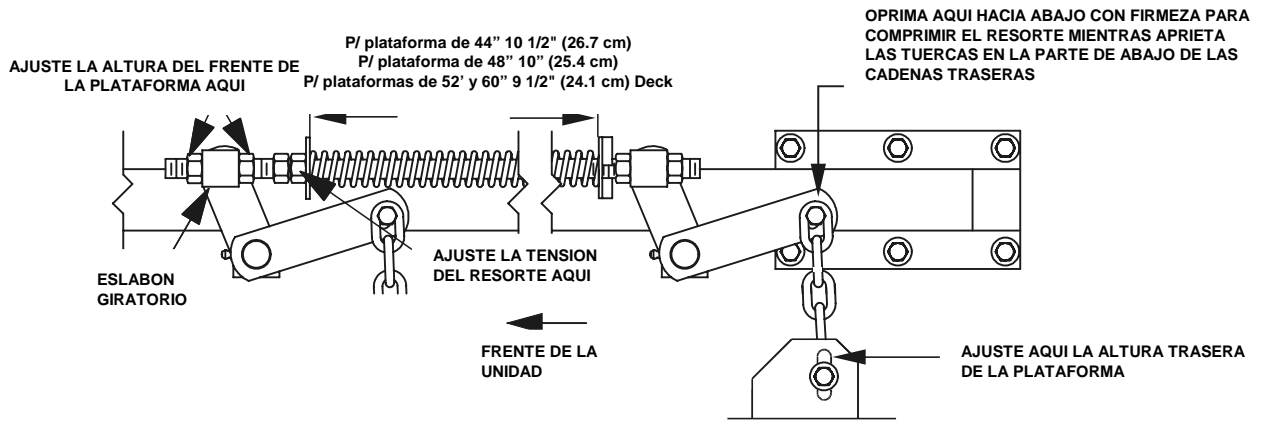

FIGURA 7
- e) Levante la plataforma a la altura de corte de 4.5" (11.4 cm.) y libere toda la tensión de los dos resortes de levante de la plataforma aflojando las tuercas ubicadas al frente de cada resorte. Vea Figura 7.
- g) Afloje los pernos de abajo de las dos (2) cadenas en las ranuras de los brazos de levante traseros. Afloje las cuatro (4) tuercas que sujetan los eslabones giratorios (dos a cada lado) hasta que las cadenas delanteras estén sueltas y el frente de la plataforma esta apoyada en un bloque de madera de 1-1/8 de pulgada (3.8 cm). **NO** afloje los pernos/tuercas de las cadenas delanteras.
- h) Cuando los pernos/tuercas estén aflojadas, la tensión remanente en los resortes de soporte tenderán a rotar la manija de levante de la plataforma hacia arriba, fuera de la posición 1 1/2 " (3.8 cm). Presione hacia abajo en el brazo de soporte de atrás (como se muestra en la FIGURA 7) para que la manija de levante retorne a la posición de 1 1/2" (3.8 cm). **NO** empuje en las manijas de levante de la plataforma. Mientras continua presionando hacia abajo, quite la holgura de las cadenas traseras y apriete los pernos/tuercas en la parte de debajo de las cadenas traseras. Ahora puede liberar la presión hacia abajo.
- k) Levante la plataforma a la altura de corte de 4.5" (11.4 cm.). Vea Figura 5. Ajuste la tensión del resorte hasta obtener la distancia apropiada entre las dos arandelas grandes. Vea Figura 7. El ajuste se hace girando la tuerca del frente de cada resorte (en dirección de la manecillas del reloj acortan el resorte y en contra de las manecillas del reloj alargan el resorte). Asegure en su lugar con la tuerca bloqueadora.